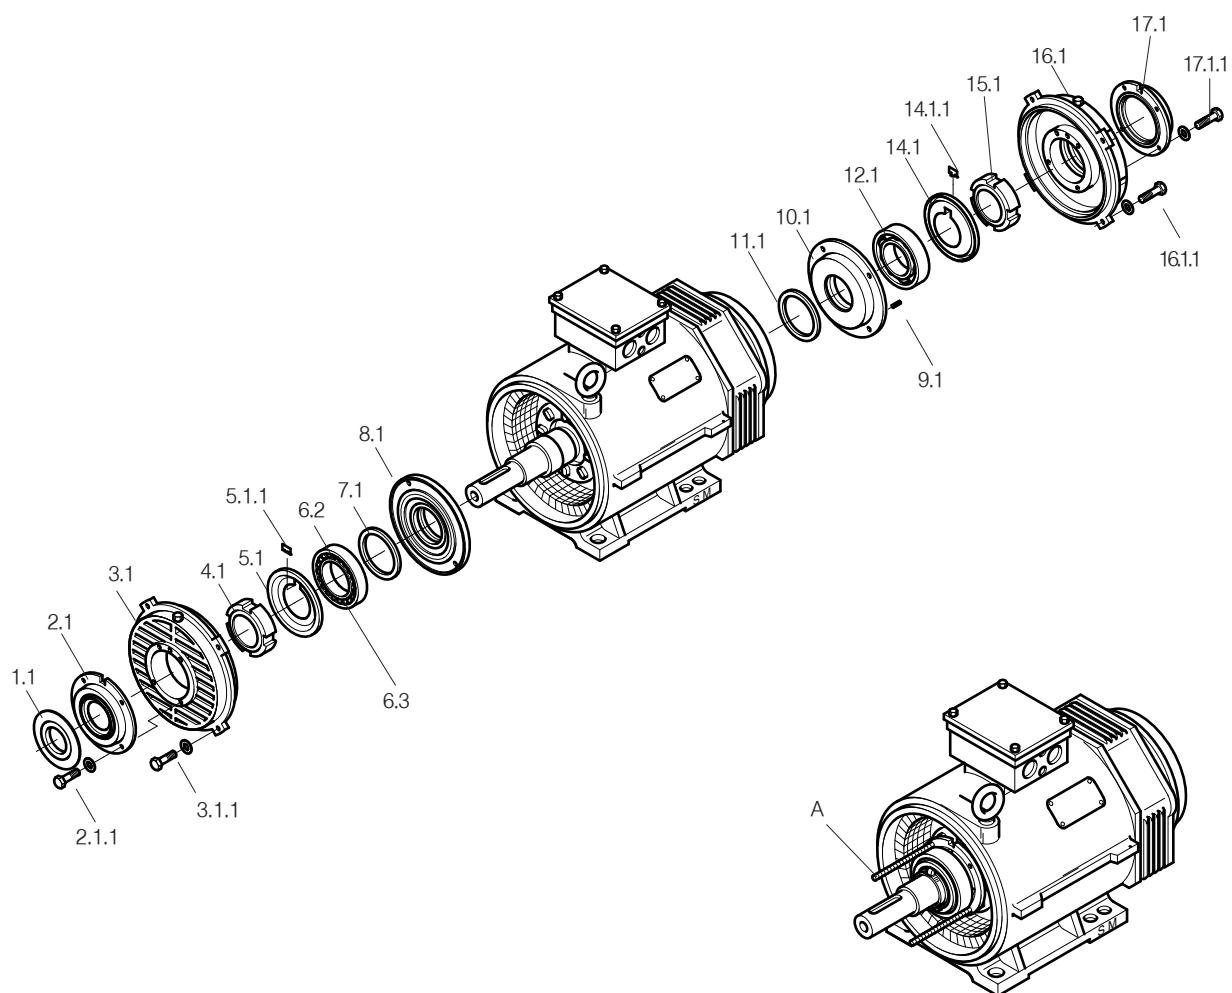

Рис. 16: Замена подшипников с высотой оси AH355+400
5.6.4 Монтаж ведущего роликоподшипника с цилиндрическими роликами и противоположного радиального шарикоподшипника. (Рис. 16)